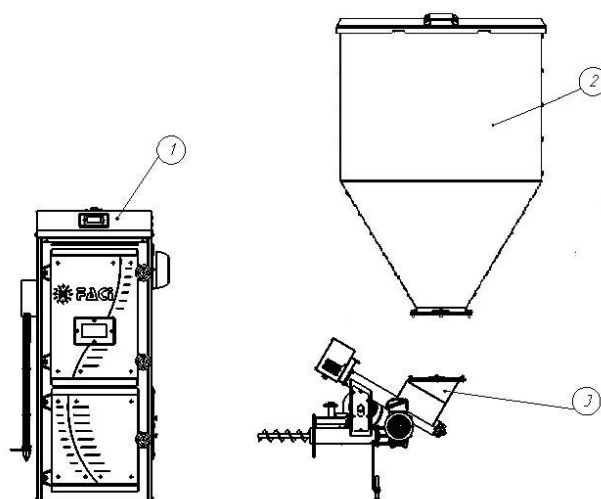

Рис. 3
2.1.1 Котёл состоит из следующих компонентов (см. рис.3):